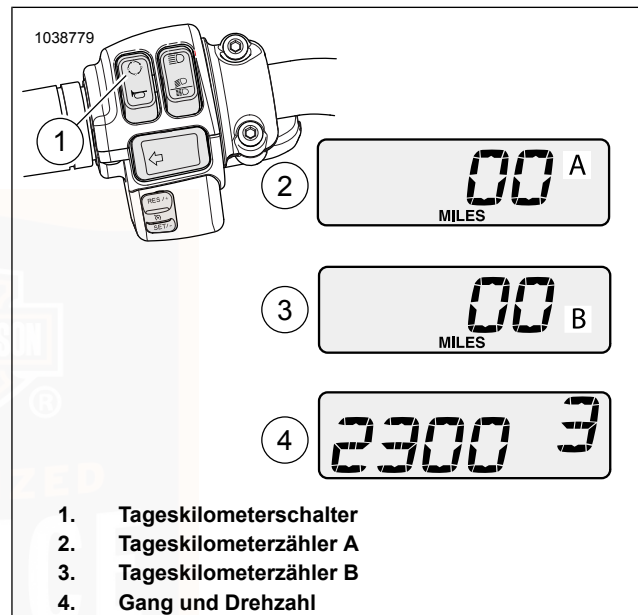

Abbildung 28. Tageskilometerzähler, Drehzahlmesser und Ganganzeige
Siehe Abbildung 28. Um den Kilometerstand des Tageskilometerzählers anzuzeigen oder zurückzustellen, muss der Motorbetriebsschalter in der Stellung RUN (Betrieb) sein. Den Tageskilometerschalter (1) so oft betätigen, bis die gewünschte gespeicherte Tageskilometerzahl – Speicherplatz A (2) oder B (3) – erscheint. Ein A oder B rechts im Anzeigefenster kennzeichnet den Tageskilometerzähler.
Siehe Abbildung 28. Durch mehrmaliges Drücken des Tageskilometerschalters kann die Anzeige des Kilometerzählers geändert werden. Der Drehzahlmesser zeigt die Motordrehzahl in Umdrehungen pro Minute (U/min) an.